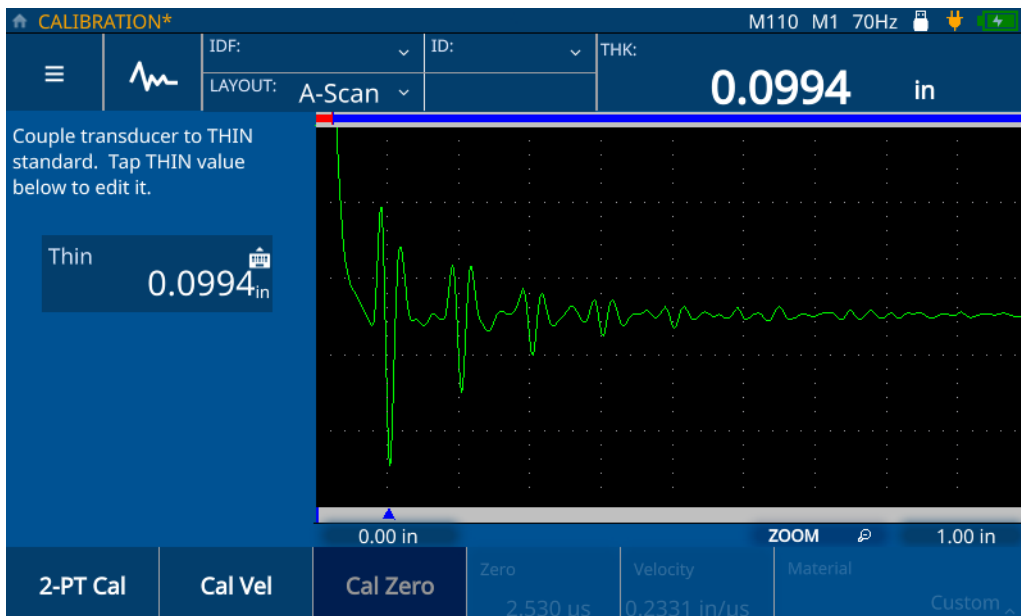

図 5-5 ゼロ点校正
4. 画面の校正手順の指示に従って、最小厚さが既知のサンプルに探触子をつなぎます（46 ページの図 5-5 参照）。